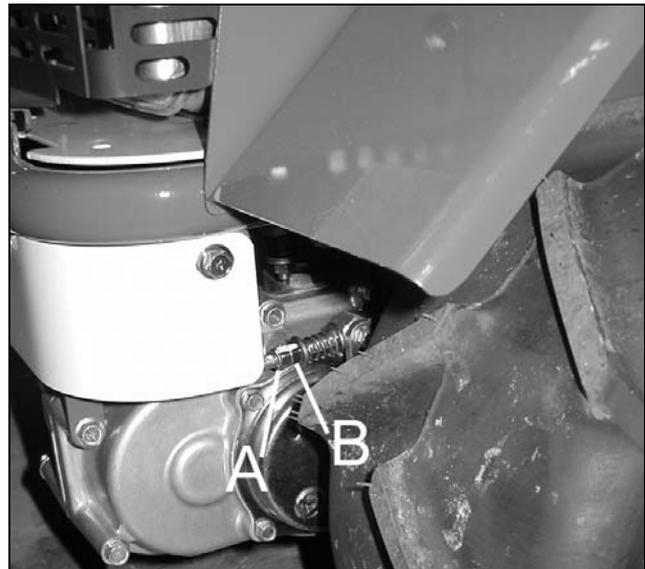

Figure 25
- Si le frein de parc n'est pas efficace, resserrez-le avec l'écrou (Figure 25, repère B).